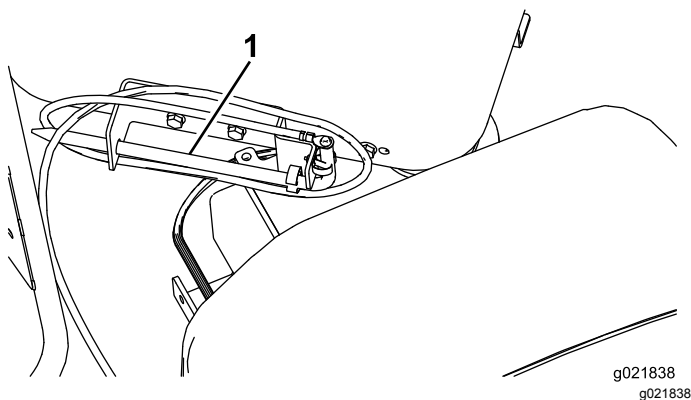

Bild 43
- 1. Nehmen Sie den Erdungsstab aus der Halterung an der Seite der Bedienerplattform (Bild 43).